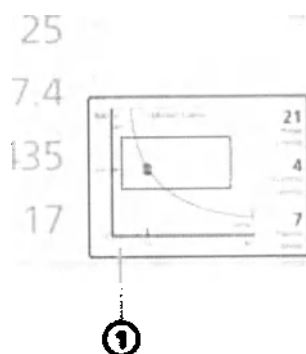

Рисунок 8-8. Окно графика с целевыми значениями ASV (1)
- Отобразится график с целевыми значениями ASV (рис. 8-8).